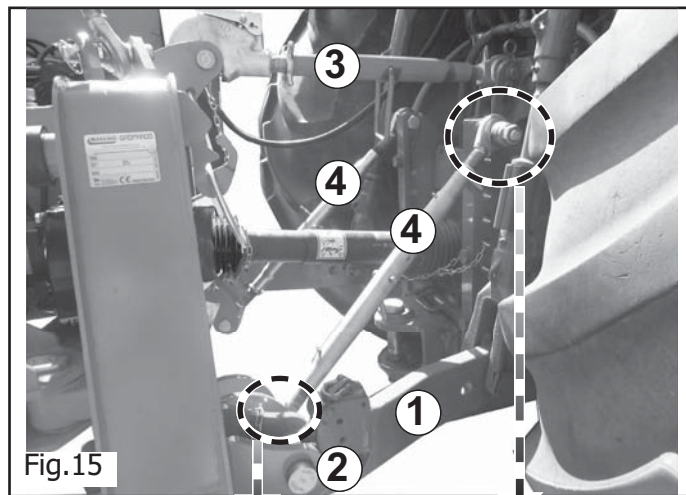
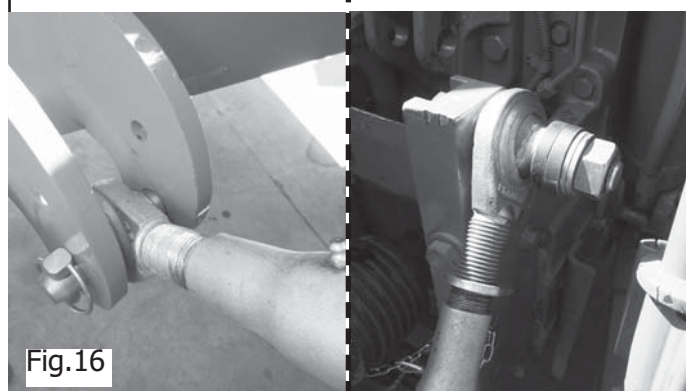

Fig.15
Fig.16
- 1) Avvicinare i 2 bracci del sollevatore idraulico della trattrice (1 Fig.15) alla macchina in corrispondenza degli attacchi con perni.
- 2) Inserire i perni (2 Fig.15) con relative copiglie elastiche di sicurezza.
- 3) Inserire il tenditore 3° punto (3 Fig.15) e sollevare la macchina. Richiudere i piedi stabilizzatori. Allineare la presa di potenza con la presa della trattrice. Registrare il tenditore (3 Fig.15) per portare il serbatoio parallelo al terreno.
- 4) Quando è applicata la testata trinciante, controllare che appoggi parallela al terreno. In caso contrario, registrare il corretto posizionamento mediante il tenditore 3° punto (3 Fig.15).
- 5) Tensionare i 2 bracci del sollevatore (1 Fig.15) tramite i rispettivi tenditori e posizionare la macchina centralmente.
- 6) Tensionare i tenditori (4 Fig.15-Fig.16) ai collegamenti della trattrice.
- 7) Eseguire l'adattamento dei tenditori (4 Fig.15-Fig.16) come segue: